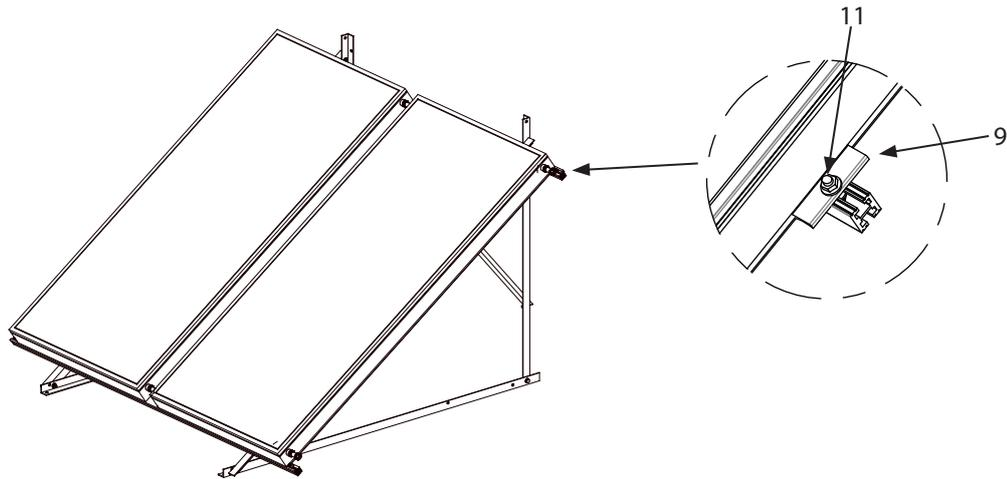

figura 6.15
5. Fijar el panel con los 2 clips (9) y los correspondientes tornillos (10) y tuercas con brida (11) tanto por la parte anterior como posterior (figura de abajo). El kit 2 paneles contiene 4 clips (9) más con sus correspondientes tornillos (10) y tuercas con brida (11), como se indica en las figura 6.15. En este último caso es conveniente realizar las conexiones hidráulicas entre los dos paneles utilizando las piezas de conexión compensadoras antes de fijar los clips (9).